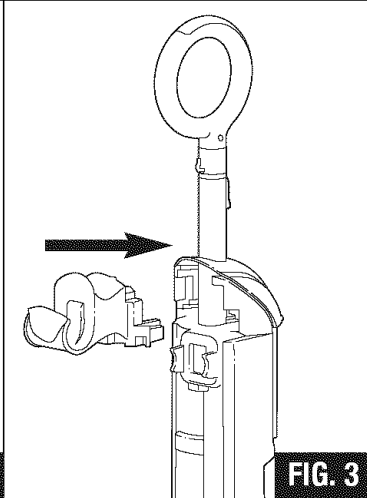

FIG. 3
- Step 2:** Slide the carry handle into place as pictured; secure with 2 screws provided (FIG. 3).
**Étape 2 :** Glissez la poignée de transport en place de la façon illustrée ; assujettir avec les 2 vis fournies (FIG. 3).
**Paso 2:** Deslice la manija de transporte a su sitio como se ilustra y fíjela con los 2 tornillos provistos (FIG. 3).